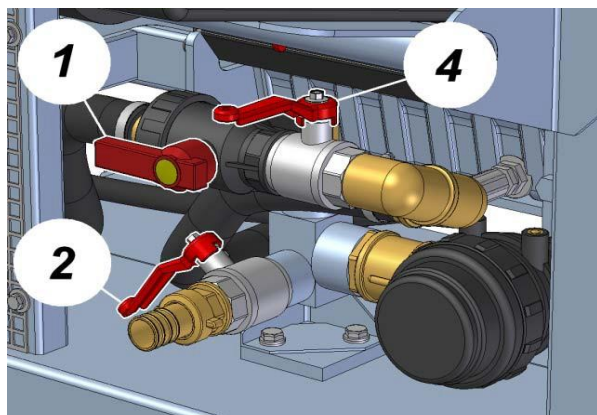

Abb. 7
- 1 - Das 3-Wege Saugventil auf der **LINKEN** Seite (**Abb. 7 - Pos. 1**) anordnen und prüfen, ob das Selbstfüllventil (**Abb. 7 - Pos. 2**) geschlossen ist.
**ACHTUNG:** Am Ende der Ausspülvorgänge ist es wichtig, das 3-Wege-Ventil (**Abb. 7 - Pos. 1**) bis zum Ende der anschließenden Behandlung (Abstellung und Fahrten inbegriffen) auf der linken Seite zu lassen. Dann kann das Produkt nämlich innerhalb der Pumpe auch bei stehendem Motor nicht zurücklaufen und die Membranen halten länger.